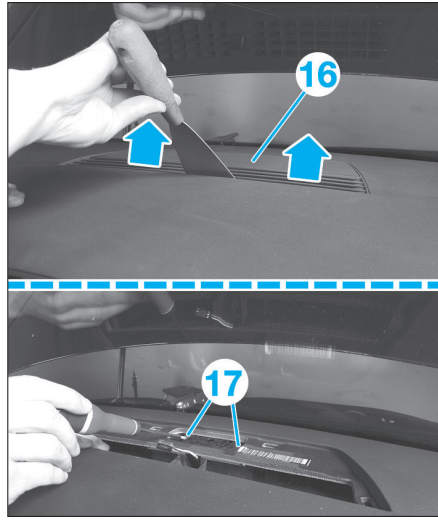

Fig. 24
- Dégrafer la grille central (16) (Fig.24) en veillant à ne pas endommager la planche de bord.
- Déposer les 2 vis de fixation (17) du haut-parleur central.